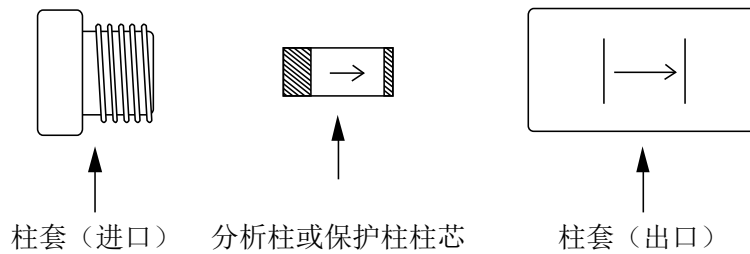

图 2 色谱柱部件
- (1) 确认柱标牌上的产品名称正确无误。
- (2) 每根色谱柱都配有一个连接螺母用于连接 1/16 英寸的毛细管管路。连接螺母以美国标准的压缩接头和金属环方式设计的。
- (3) 根据图 2 中色谱柱柱标牌上的或蚀刻的箭头方向确认色谱柱的进液方向。仅可从进口侧向色谱柱中注入溶剂。只有按色谱柱上标示的进液方向进行进液时，才能获得色谱柱的最佳分辨率。
- (4) 请使用流动相清除管路中的所有空气。这有助于防止空气进入色谱柱。管路中的空气会对柱效造成严重损害。
- (5) 请先将溶剂的流速设置为实际流速的一半。确认系统中的溶剂可以顺畅地从管路末端流出。
- (6) 从色谱柱上取下保护塞，将进样器前面的管路连接到色谱柱的进口。请将管路完全插入压缩接头后再拧紧，确保将死体积降到最小。请务必将设备中的死体积降到最小。
- (7) 溶剂从色谱柱的出口侧流出后，请将色谱柱连接到检测器。
- (8) 以最终流速一半以下的流速注入溶剂，避免色谱柱受到突然的压力变化。
- (9) 色谱柱对压降的脉动式变化非常敏感。请使用没有脉冲的泵。
- (10) 使用前，请向色谱柱注入至少 10 倍柱体积的溶剂平衡色谱柱。
- (11) 产品名称没有标注在 2.0 mm (I.D.) × 1 cm (L) 尺寸的保护柱和分析柱柱芯上。